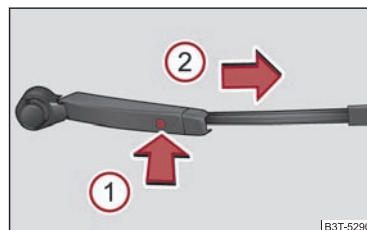

Abb. 65 Wischerblatt für Heckscheibe
- Klappen Sie den Scheibenwischerarm von der Scheibe ab und stellen Sie das Wischerblatt rechtwinklig zum Wischerarm ⇒ Abb. 65.
- Mit der anderen Hand entriegeln Sie die Sicherung ① und nehmen das Wischerblatt in Pfeilrichtung ② heraus.